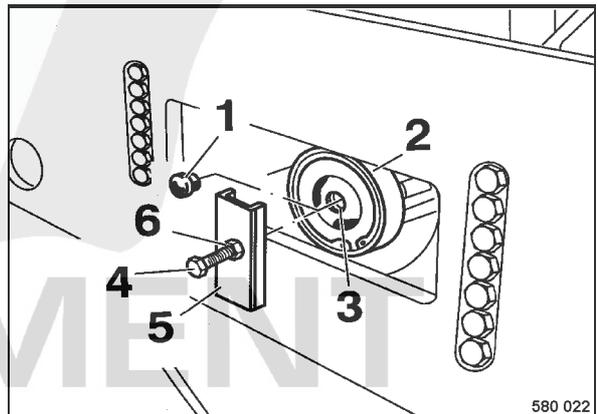

fig. 50
- Dévisser le bouchon 1 (fig. 50).
- Poser le fer en "U" (5) sur le carter de frein (2) et visser la vis (4) jusqu'en butée dans le taraudage (3).
- Visser l'écrou (6) et le tendre d'env. un tour. Le bandage doit tourner librement.